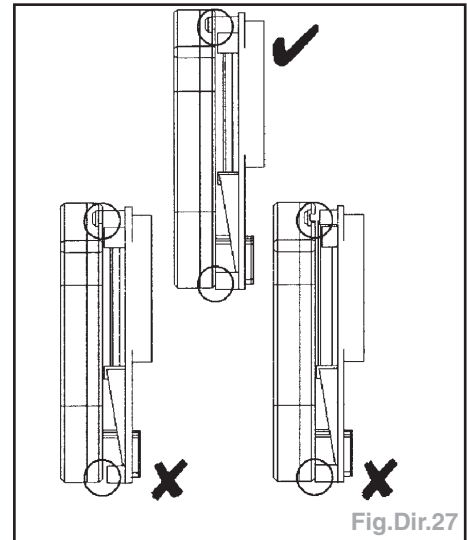

Fig.Dir.27
- Contrôler l'alignement vertical du capteur de rotation de volant de direction. (Fig.Dir.27).